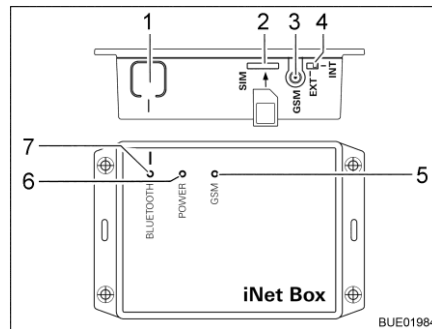

Fig. 178 Truma iNet-Box
- Pulsar la tecla BLUETOOTH (Fig. 178,1) en la iNet-Box por 1 segundo. La Truma iNet-Box estará visible por aprox. 2 minutos en el terminal móvil (nombre: "Truma iNet-Box"). Durante este intervalo, el LED BLUETOOTH azul (Fig. 178,7) estará parpadeando.
- Insertar la tarjeta mini SIM con número de teléfono propio y suficiente crédito cuidadosamente en la ranura (Fig. 178,2) de la Truma iNet-Box del modo mostrado hasta que engatille. El LED GSM rojo (Fig. 178,5) deberá parpadear de manera permanente. Si el LED rojo se apaga después de 20 segundos: Controlar la tarjeta mini SIM.